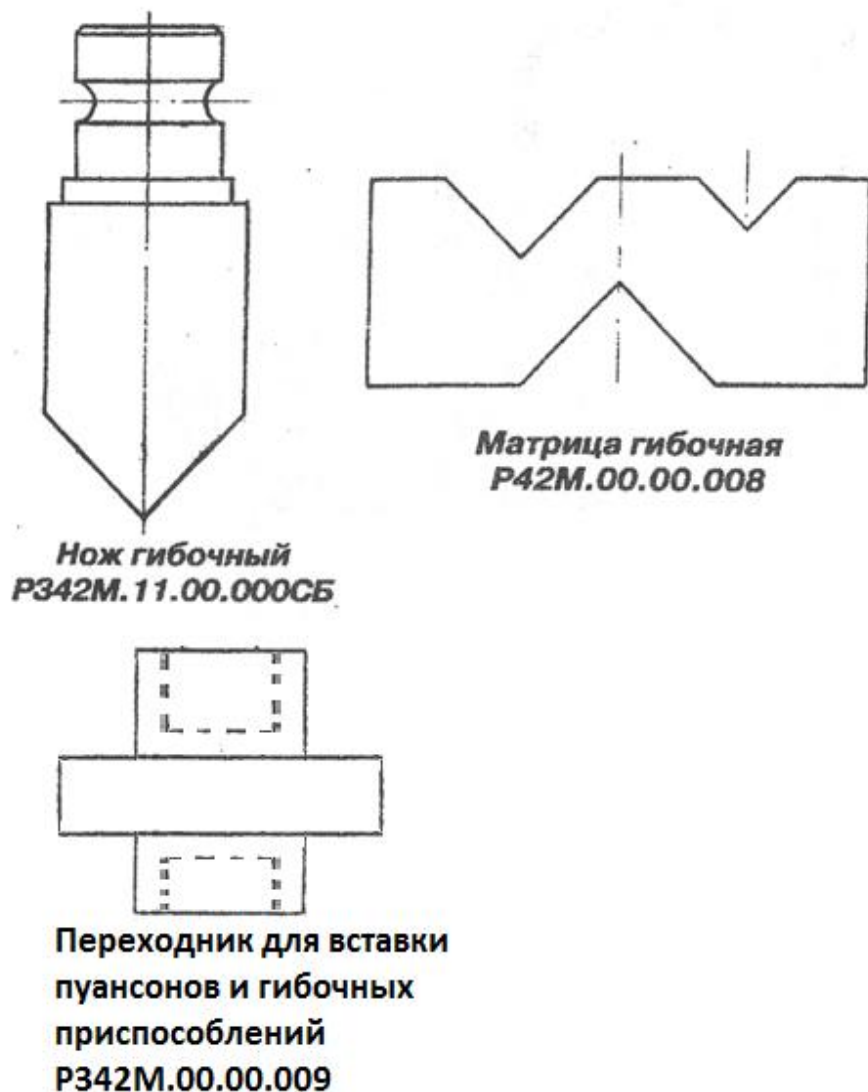

Рис.3. P342M.00.00.000PЭ
4.3. Пресс Р342М комплектуется плитой 18 и призмой 19. По желанию потребителя пресс может быть доукомплектован следующими сменными частями: нож гибочный, матрица гибочная, пуансоны для запрессовки и выпрессовки, переходник для вставки пуансонов и гибочных приспособлений. (рис.3).